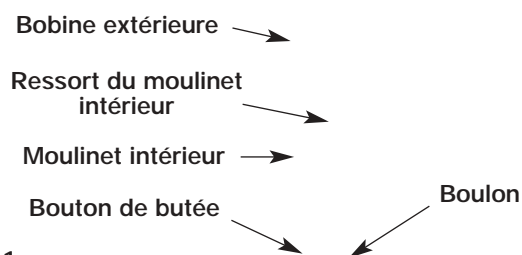

Fig. 6-1
1. Tenez la bobine extérieure d'une main et dévissez le bouton de butée vers à droite (Fig. 6-1). Inspectez le boulon à l'intérieur du bouton de butée pour vous assurer qu'il se déplace librement. Remplacez le bouton de butée s'il est endommagé.
2. Retirez le moulinet intérieur de la bobine extérieure (Fig. 6-1).
3. Retirez le ressort du moulinet (Fig. 6-1).
- Tenez la bobine extérieure d'une main et dévissez le bouton de butée vers à droite (Fig. 6-1). Inspectez le boulon à l'intérieur du bouton de butée pour vous assurer qu'il se déplace librement. Remplacez le bouton de butée s'il est endommagé.
- Retirez l'ancien moulinet intérieur de la bobine extérieure (Fig. 6-1).
- Retirez le ressort de l'ancien moulinet intérieur (Fig. 6-1).